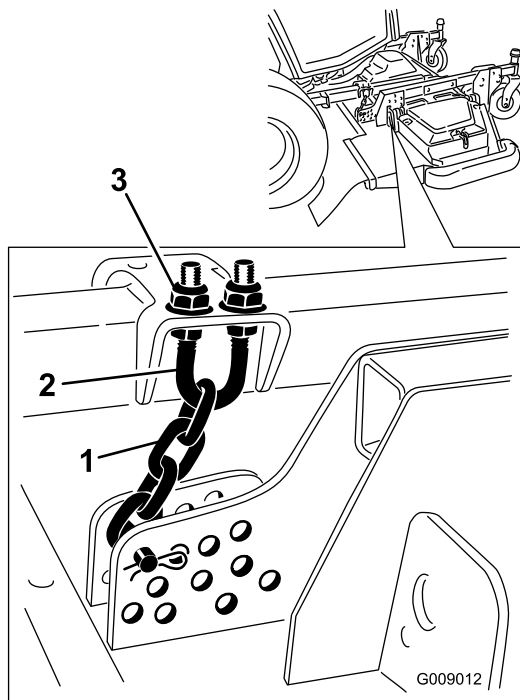

Figura 137
5. Allentate i controdadi sulla parte superiore o inferiore del bullone a U della catena dell'altezza di taglio (Figura 137).